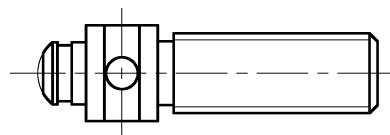

图 11-12 绘制齿根线
3) 绘制齿根线。选择“细实线”为当前图层，选择“绘图”面板→“构造线”命令，输入 O，输入偏移距离 21，指定中心轴线和偏移方向，进行修剪后的绘制结果如图 11-12 所示。